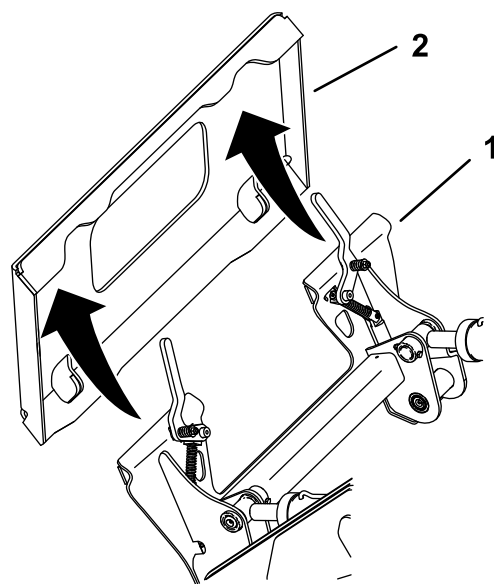

Bild 55
5. Setzen Sie die Befestigungsplatte in die obere Lippe der Aufnahmeplatte am Anbaugerät (Bild 55).